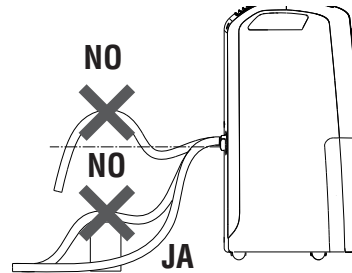

fig. 5
- 3) Controleer of de slang nooit boven de hoogte van het tuitje komt (fig. 5). In tegengesteld geval blijft het water in het reservoir; controleer tevens of de slang niet geknikt of verstopt is.